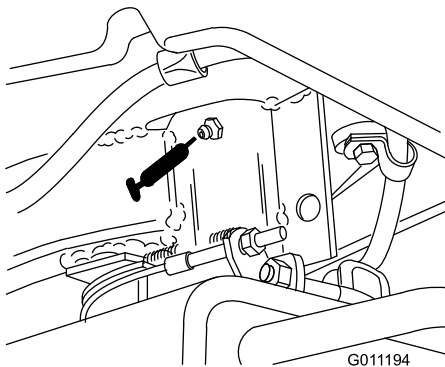

Bild 26
- Lenkgabelspindel (1) (Bild 26)